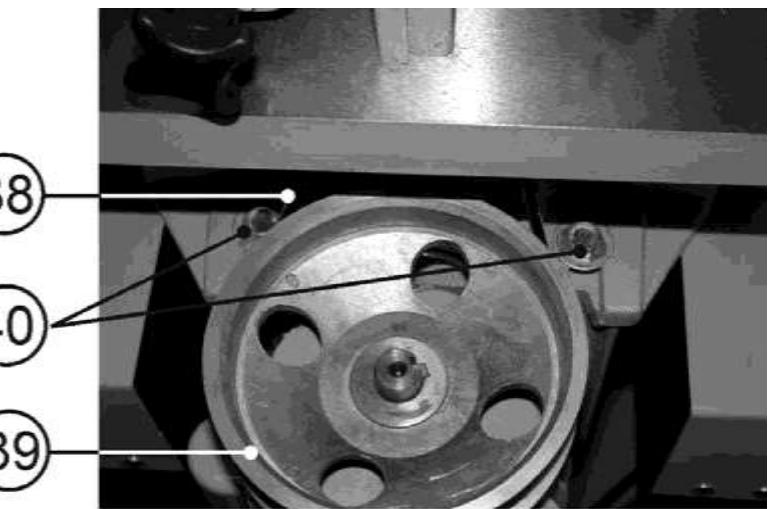

Рис.12
- 9.1.4. Для увеличения или уменьшения натяжения ремня (38) необходимо ослабить две гайки (40) и, соответственно, переместить шкив (39), Рис.12. Зафиксируйте положение двумя гайками (40).